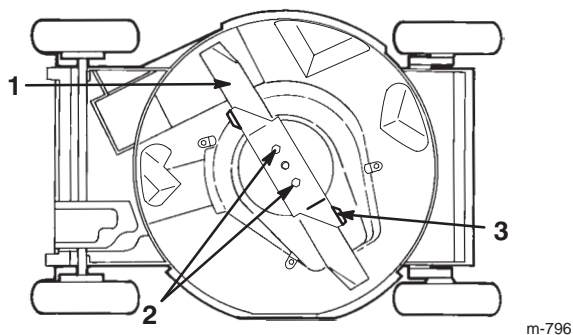

Bild 24
4. Kippen Sie den Rasenmäher auf seine **linke** Seite (Bild 24).
Fassen Sie das Ende des Messers mit einem dicken Handschuh an oder wickeln Sie einen Lappen um das Messer. Entfernen Sie die Messermuttern, das Gaspedal und das Messer (Bild 24).
5. Entfernen Sie die zwei Messermuttern, das Gaspedal und das Messer (Bild 24).